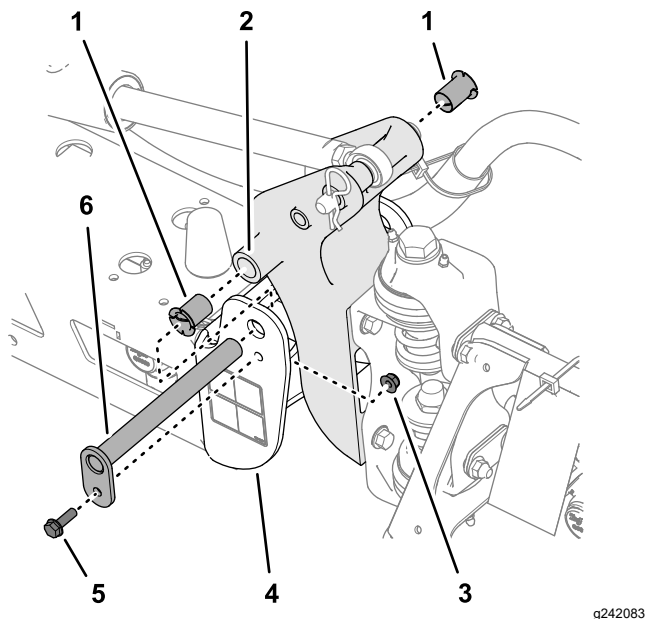

Figure 110
- Retirez le boulon et l'écrou qui fixent l'axe de pivot puis déposez l'axe (Figure 110).
5. Déposez et examinez les bagues en nylon à l'avant et à l'arrière du support de pivot (Figure 110).
- Lubrifiez les bagues en nylon avec un peu d'huile et posez-les dans le support de pivot (Figure 110).
- Alignez les trous du support de pivot et les trous du profilé d'extrémité (Figure 110).